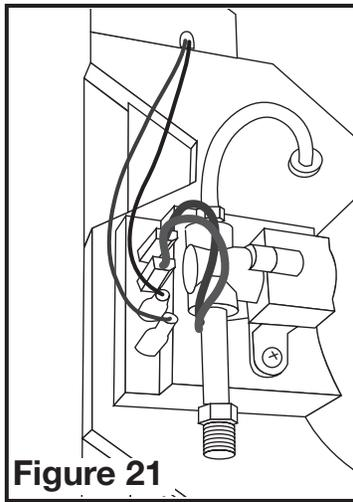

Figure 21
1. Trouvez le panneau de bornes de l'humidificateur sur le côté du coffret de l'humidificateur, derrière le tube de dérivation. Raccordez les deux fils rouges venant de la console supérieure de l'humidistat numérique aux deux bornes marquées «24 VAC IN» (**Figure 21**). Cela n'a pas d'importance quel fil est raccordé à quelle borne.